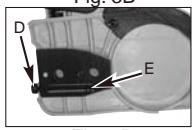

Fig. 3D
3. Ved brug af en skruetrækker, skal du dreje justeringsskruen (D) MOD URET, indtil ANGELEN (E) (fremspringende pind) er helt for enden (Fig. 3D).